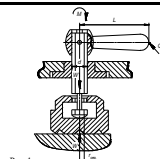

Рис.1.
Вкажіть рівняння, за яким визначається передальна характеристика Q=f(W) для механізму, вказаному на рис. 1. (\* Врахувати тертя тільки по похилій площині клину)